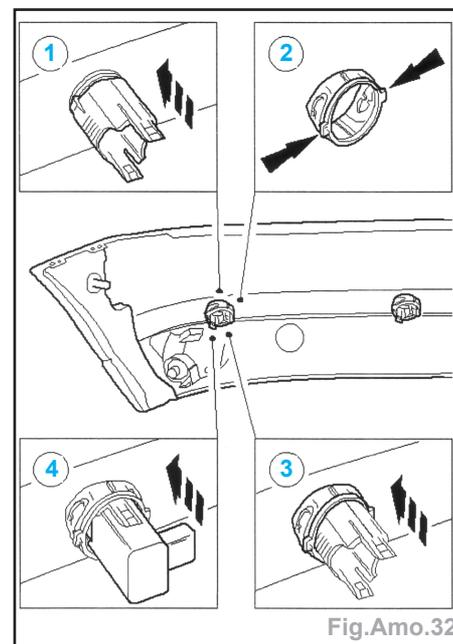

Fig.Amo.32
- Poser les capteurs de système d'aide au stationnement (Fig.Amo.32).